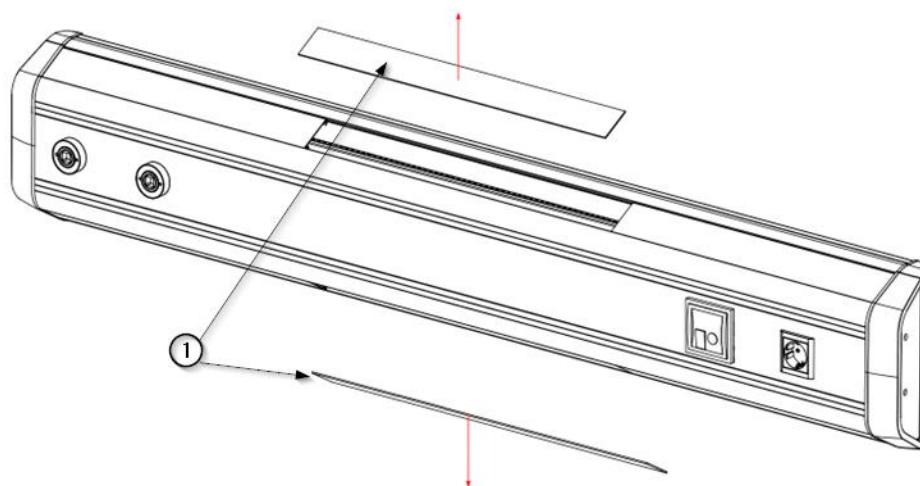

Fig.3 Démontage des diffuseurs supérieurs et inférieurs
- Retirez les diffuseurs de lumière de ① comme indiqué à la Fig. 3. Utilisez un tournevis à lame plate en veillant à ne pas rayer la peinture des couvercles latéraux.